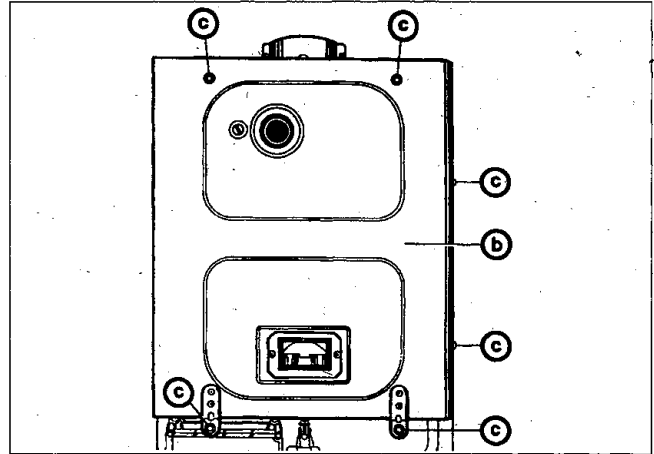

Bild 65
- Schrauben (c) am Deckel (b) entfernen (Bild 65). Deckel (b) abnehmen.
- Montieren Sie nun den Deckel (b) und sichern ihn mit den Schrauben (c) (Bild 65).